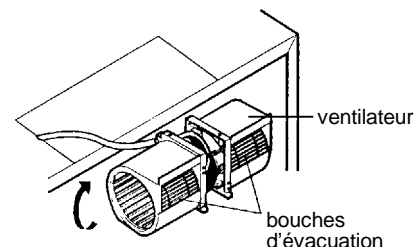

Figure 16
5. Faire tourner le dispositif de façon à ce que les bouches d'évacuation soient dirigées vers l'arrière de l'armoire. Voir la figure 16. Pour insérer le ventilateur, le fil électrique doit être placé comme indiqué à la figure 16.